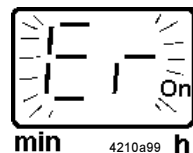

Fig. 21 -Affichage d'un dérangement
- Si le cycle de graissage n'est pas terminé dans un délai de 15 minutes, le défaut „ER“ est affiché en clignotant sur l'afficheur du clavier à membrane; voir Fig 21. Le système QLS 301 ne démarrera plus automatiquement.